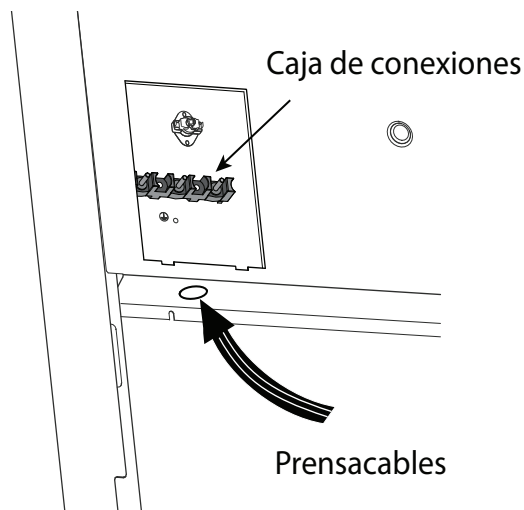

Figura 10: Ubicación del prensacables
Localice la caja de conexiones en la parte trasera del aparato y quite la cubierta (consulte la *Figura 10*). Se debe fijar el conducto a la caja de conexiones utilizando un conector de conducto aprobado. Se debe conectar la extremidad libre del conector de conducto a una caja de conexiones instalado en la zona de alimentación eléctrica, como se muestra en la *Figura 4 en la página 8*.
Instale un prensacables (no incluido) en el orificio de 1 pulg. (25,4 mm) de diámetro situado debajo de la caja de conexiones (vea la *Figura 10*). El cableado del aparato debe llegar hasta la caja de conexiones mediante el conducto, pasando a través del prensacables. Las extremidades de los cables deben tener fijadas lengüetas cerradas de 1/4 pulg., preferentemente soldadas en su lugar. Realice las conexiones a la caja de conexiones incluida.
1. Localice la caja de conexiones en la parte trasera del aparato y quite la cubierta (consulte la *Figura 10*).
3. Instale el prensacables (no incluido con la estufa) en el orificio de 1 pulg. (6 mm) de diámetro situado en el panel trasero, debajo de la caja de conexiones (vea la *Figura 10*). Pase los cables por el prensacables.